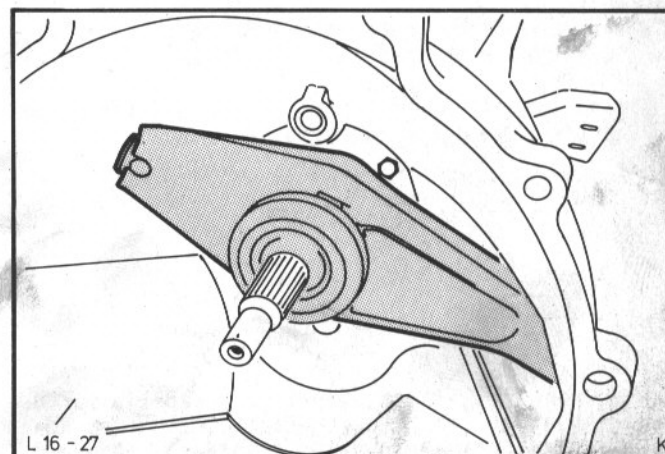

Abb.146 Kupplungsdrucklager mit Schwinge einsetzen
65. Kupplungsdrucklager und Schwinge einsetzen, Abb.146.